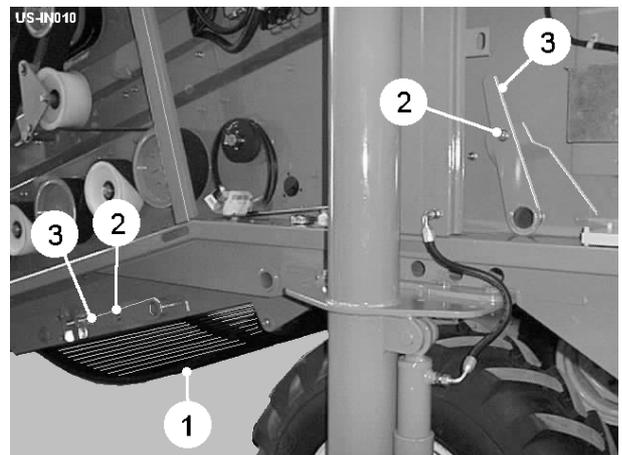

Fig 11
El underweb (item 1, fig 11) montado debajo de las estrellas transfiere las piedras y el terrón etc. a la cinta transportadora de cross. A range of cinturones de web son available suit cambiando las condiciones. Un delantero y juego de parte trasera de agitadores ser entallado que puede ser ajustado incrementar / reducir la cantidad de la agitación de Web. Adaptarse, retire los pernos conservando (item 2, fig 11) y gire las agitador palancas (item 3, fig 11) al puesto requerido. Girar las agitador palancas en sentido de las agujas del reloj reducirá la cantidad de la agitación.